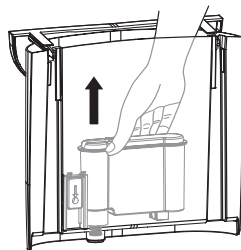

fig. 12: Udtagning af vandfilteret
3. Tag vandfilteret ud (fig. 12).